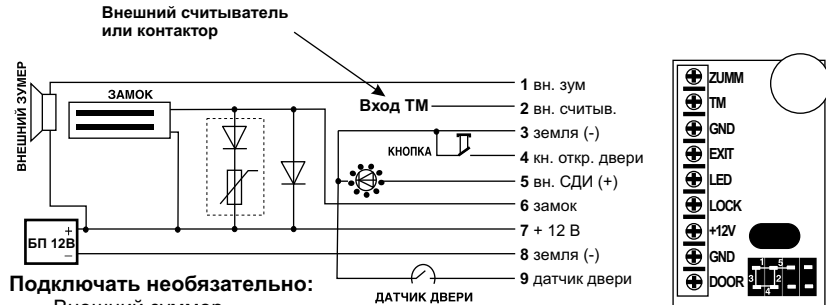
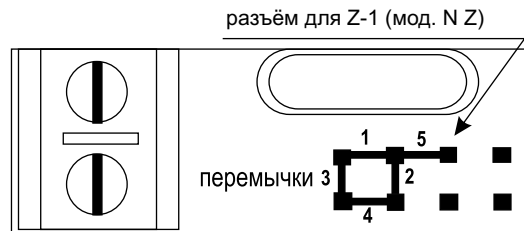

Рис. 5 Подключение внешних устройств
Рис. 2 Положение перемычек
1. Подсоедините подключаемые устройства проводами к разъёму контроллера в соответствии со схемой (см. рис.5).
2. Установите защитный диод (см. рис.5). В случае, если замок электромеханический, установите переключатель в положение 1 (см. рис.2).
После этого время срабатывания (открывания) электромагнитного замка может возрасти на 1-3 секунды по сравнению с работающей схемой гашения тока. Если такое увеличение времени неприемлемо, то рекомендуется последовательно с диодом установить варистор на напряжение до 14 вольт и рассеиваемой энергией от 0,7 Дж (рекомендуется V8ZA2P) (см. рис.5).
В комплект поставки контроллера Z-5R (мод. 5000) входит переключатель, который используется для программирования контроллера (всего пять положений) (см. рис.2).